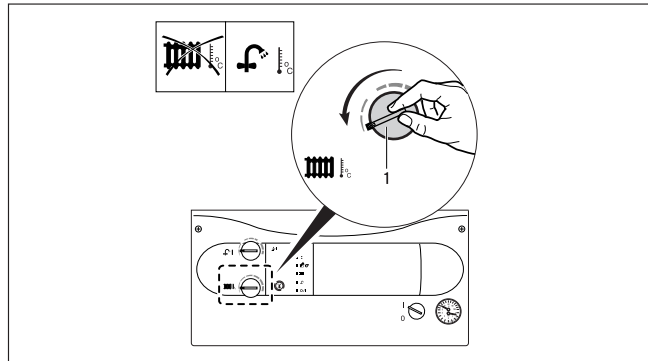

图4.11 设定壁挂炉的夏季运行模式
4.7.1 只关闭采暖(夏季模式，参见图4.11)
- 将采暖温度控制旋钮 (1) 一直旋转到最左端，并听到轻微的“咔嗒”声。